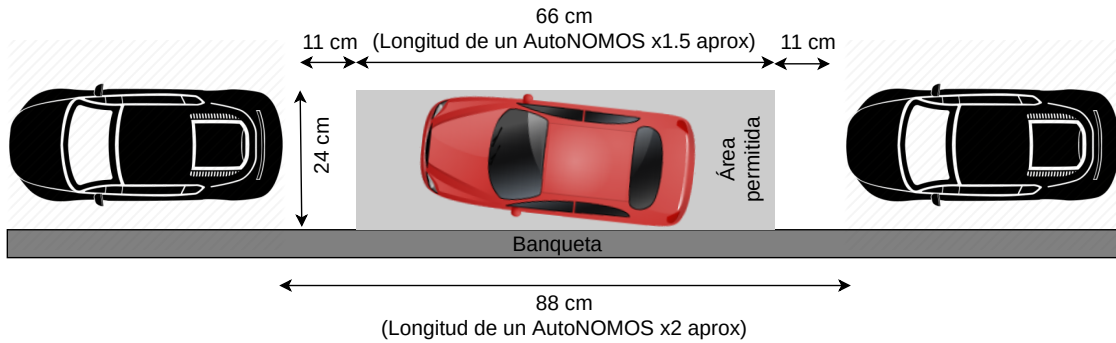

Figura 3: Zona de estacionamiento
Asimismo, habrá una zona separada de la pista para las pruebas de estacionamiento lateral, como se ilustra en la figura 3. La banqueta será delimitada por “paredes” con altura suficiente para que pueda ser detectada por los sensores del robot. A diferencia de los años anteriores, el espacio para estacionarse estará delimitado por otros vehículos y no solo por paredes. Para este fin, se utilizarán los vehículos de otros equipos.
4. **Estacionamiento Autónomo.** Consiste en hacer que el vehículo pueda estacionarse en la zona designada (ver figura 3). Se arrancará el vehículo a un metro de distancia, aproximadamente, del espacio para estacionarse. La posición y orientación inicial tendrán una ligera variación aleatoria para todos los equipos.
- En la prueba sobre estacionamiento autónomo, se ordenará a los equipos de acuerdo al tiempo final requerido para concluir exitosamente la prueba, luego de aplicar sanciones a aquellos autos que colisionen contra algún obstáculo (ver sección 6.2). Quien no logra estacionarse recibirá puntuación nula. Se considerará como exitosa la prueba si el vehículo queda estacionado dentro del espacio identificado en la Figura 3 como “Area permitida”.